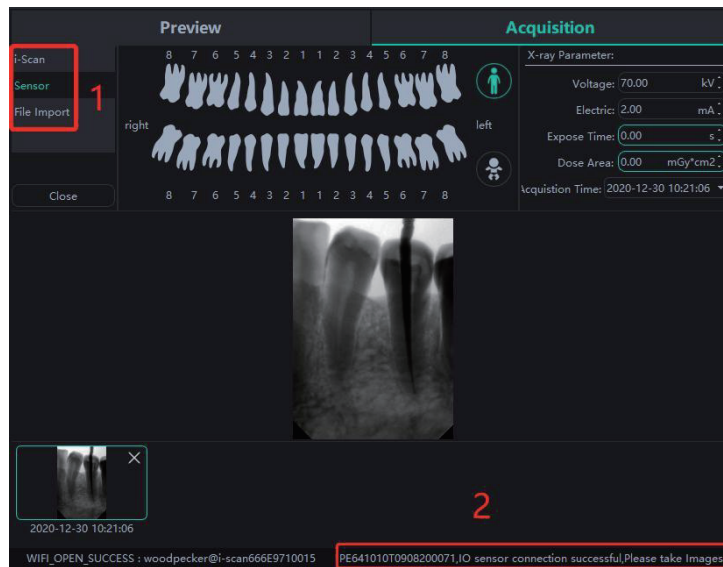
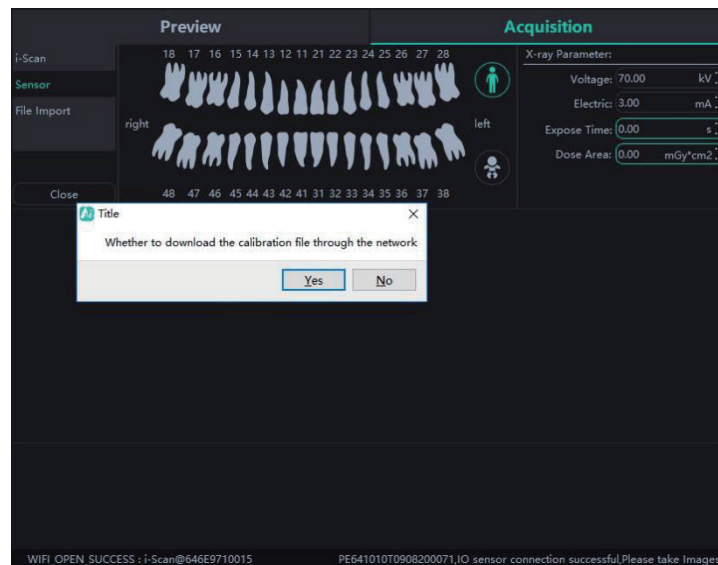

Figure 22
Figure 23
- Connectez le dispositif de détection à l'interface USB de l'ordinateur, et sélectionnez le type de dispositif "Capteur" dans la zone 1, comme indiqué sur la Figure 22. Cliquez sur "Open", le dispositif passe en mode d'acquisition et commence à acquérir
des images. À ce moment-là, le numéro de série du capteur est affiché dans la barre d'état du logiciel de la zone 2, comme le montre la figure 22. Lorsque le capteur est utilisé pour la première fois, l'utilisateur est invité à indiquer s'il souhaite télécharger le fichier d'étalonnage via le réseau. Cliquez sur "Oui" pour lancer le téléchargement ; si vous cliquez sur "Non", l'utilisateur est invité à indiquer s'il doit importer manuellement le fichier d'étalonnage. Cliquez sur "Oui" pour sélectionner le fichier d'étalonnage à importer. En général, l'image acquise par le capteur sera meilleure après la sélection du fichier d'étalonnage, comme le montrent les figures 23 et 24.